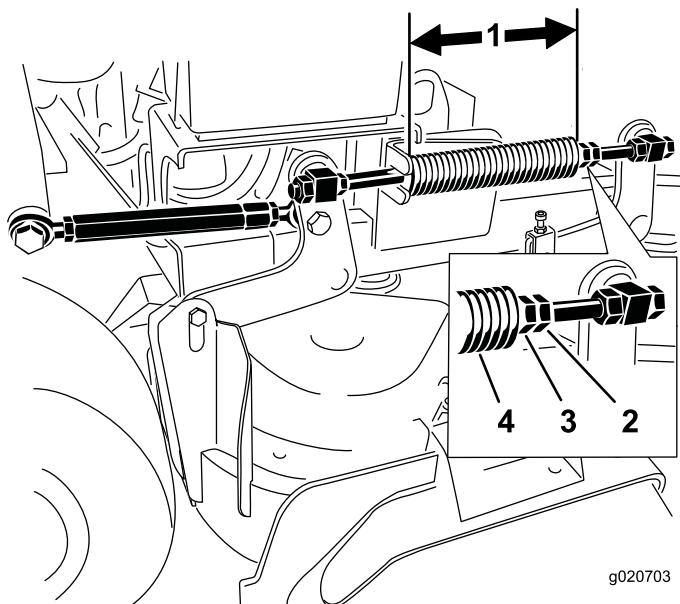

Figura 87
2. Compruebe la longitud del muelle de compresión. La longitud nominal es de 28.2 cm (11-1/8 pulgadas) para carcasa de corte de 91 cm (36 pulgadas) y 25.7 cm (10-1/8 pulgadas) para carcasa de corte de 102 cm (40 pulgadas) (Figura 87).
3. Ajuste esta distancia aflojando la contratuerca elástica y girando la tuerca que está delante de cada muelle (Figura 87).
4. Fije la tuerca en la posición deseada apretando la contratuerca elástica (Figura 87).